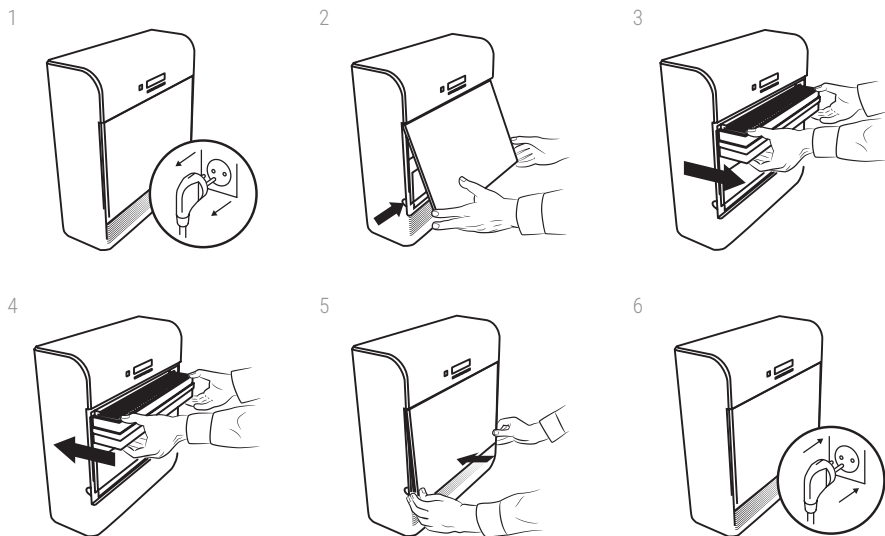

Рисунок 6.5 — Снятие и установка сервисной панели
6.3.13. Отключите устройство от сети питания (рис. 6.5, поз 1).
6.3.14. Нажмите на фиксаторы слева и справа по направлению друг к другу, освободив нижние углы панели, и потяните панель по направлению на себя, преодолевая усилие магнитного фиксатора, расположенного внизу по центру сервисной панели (рис. 6.5, поз. 2).
6.3.15. Извлеките все фильтры из устройства (рис. 6.5, поз. 3). Удалите с них защитную упаковку.
6.3.17. Установите фильтры на место (рис. 6.5, поз. 4).
6.3.18. Установите на место сервисную панель. Убедитесь в срабатывании правого и левого фиксаторов (рис. 6.5, поз. 5).
6.3.19. Подключите устройство к сети питания (рис. 6.5, поз. 6). Переведите выключатель на боковой панели в положение «включено». Дождитесь одиночного сигнала и снова выключите устройство.